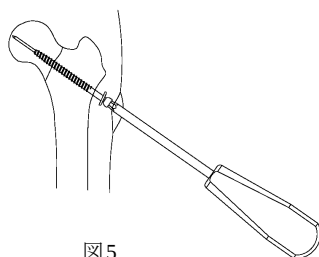

図5
- 4) 中空六角ドライバー (I型ハンドル) にて、選択したスクリューを挿入します。(図5)